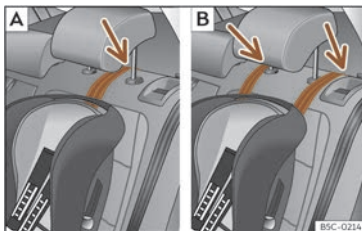

Fig. 37 Asentos traseiros: axuste e montaxe en función do cinto Top Tether.
- Coloque a correa debaixo do repousacabezas (segundo as instrucións do propio asento, levante ou retire o repousacabezas se é necesario) >>> **fig. 37**.